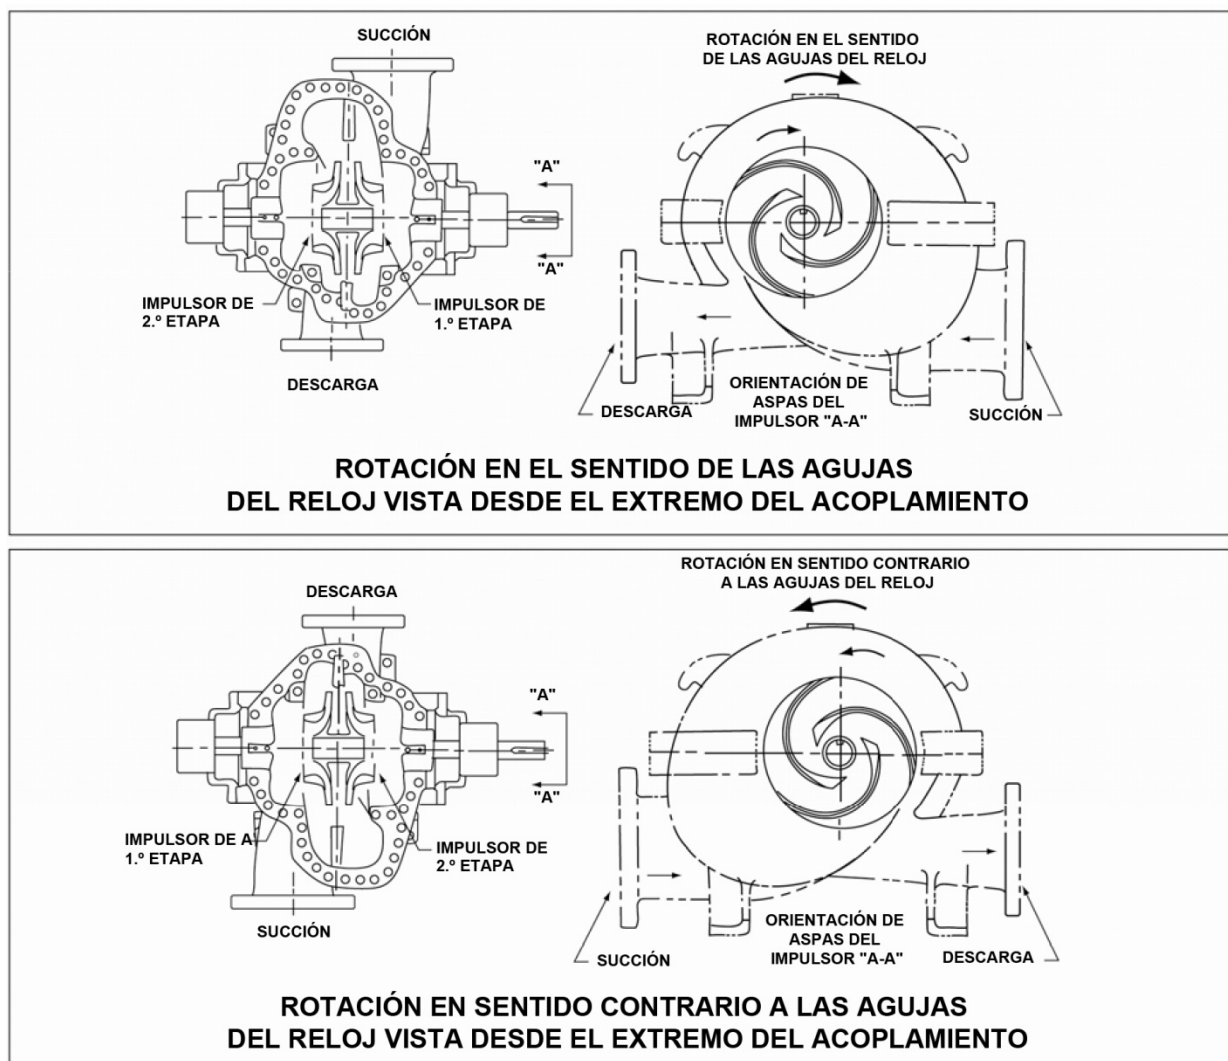

FIGURA 10 – RELACIÓN CORRECTA DE LOS IMPULSORES Y LA CUBIERTA
6. Dirección incorrecta de la rotación.	Verifique la rotación del motor con una flecha de dirección en la cubierta de la bomba. Si la rotación coincide con la flecha, verifique la relación del impulsor y la cubierta. (Para esto, deberá retirar la mitad superior de la cubierta). Consulte la Figura 10 en la página 25.
1. Extraiga el impulsor del eje, y vuelva a colocar dos impulsores según la Figura 10 para lograr la rotación deseada. (Siga los procedimientos de desensamblaje de este manual).